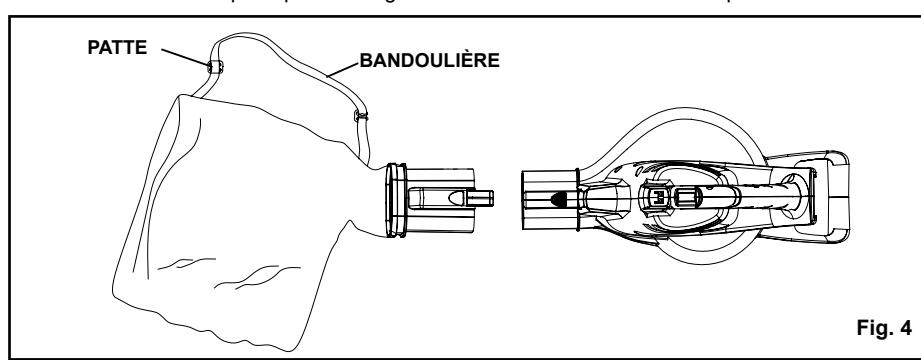

Fig. 4
4. Pour retirer les tubes d'aspiration, suivez les étapes (3) (2) (1).
5. Insérez l'adaptateur du sac collecteur dans l'orifice de sortie de la souffleuse. Verrouillez l'adaptateur du sac grâce au bouton de verrouillage. Pour retirer le sac, appuyez sur le bouton de verrouillage et dégarez le sac. (Fig. 4).
### MISE EN PLACE DU SAC AVEC LA BANDOULIÈRE (Voir Figure 4.)